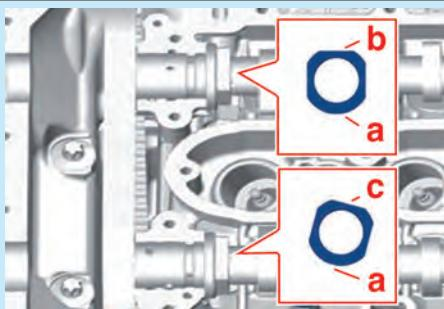

Fig.2
- Reposer (Fig.2) :
- Tourner l'arbre à cames d'échappement dans le sens horaire et positionner le méplat (b) à l'horizontal (Fig.2).